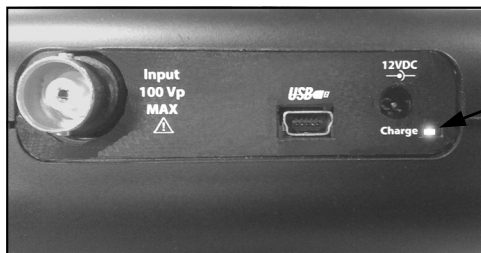

Fig. 3.0
- ⇒ The **“Charge”** indication LED on the top panel will light up when the batteries are being charged (see fig.3.0).
- ☞ De “Charge” indicatie LED bovenaan het toestel gaat branden als de batterijen opladen (Zie fig. 3.0)
- ☞ L'indication LED “Charge” en haut de l'appareil s'allume lorsque le chargement des batteries est en cours (voir fig. 3.0).
- ☞ Die “Charge”-LED-Anzeige vorne am Gerät leuchtet wenn die Batterien geladen werden. (siehe Abb. 3.0).